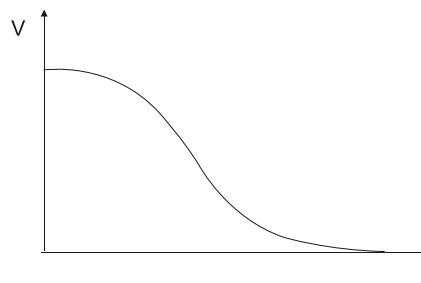

图12-6-1
- ① 代码F2不设为0时，为软停机模式。图12-6-1为软停车模式的输出电压波形，T由代码F2设置软停时间。在这种停机模式下，电动机的供电由旁路接触器切换到软起动器的晶闸管输出，软起动器的输出电压由全压逐渐减小，使电机转速平稳降低，以避免机械震荡，直到电动机停止运行。软停机时的输出截止电压等同于起动时的起始电压。
- ② 软停机模式可减少和消除水泵类负载的喘振及减少软停时的大电流冲击，此软停限流值是在起动限基础上计算的百分比。